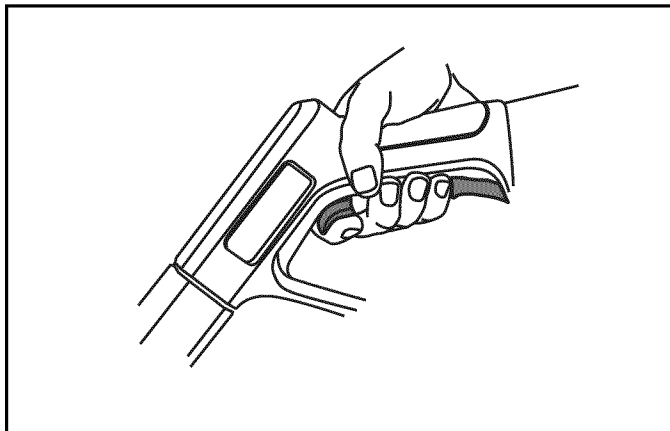

Figura 4-16. Apriete del gatillo
- Conecte el agua y apriete el gatillo para purgar de aire el sistema de la bomba (Figura 4-16).